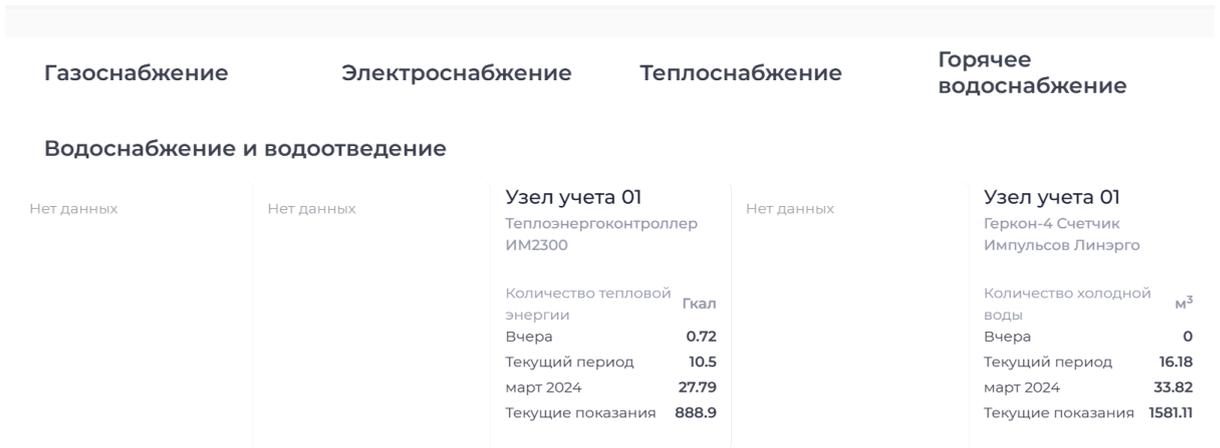

рис.7
- увидеть, какие узлы учёта подключены к данному объекту (рис.7);